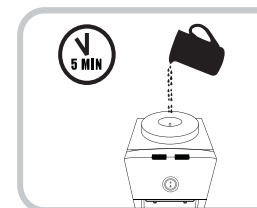

Fig.2
3. Llene el tanque de agua con agua de grifo hasta que esté lleno hasta al menos 1 pulgada por encima del Embudo de Agua Caliente. Permita que el agua se asiente en los tanques de agua caliente y fría por lo menos 5 minutos. (Fig. 2)
4. Presione en cada una de las llaves (caliente y fría) para confirmar que el agua está corriendo por la unidad. (Fig. 2)